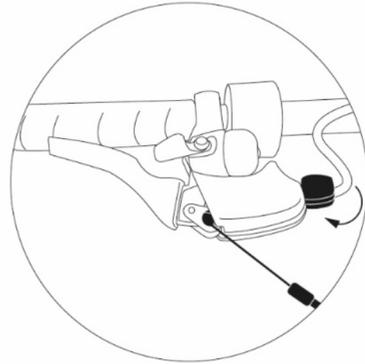

Figura 15 - Instalación del latiguillo de freno de disco 2
4. Deslizar el latiguillo de freno dentro del cuerpo de la palanca y del trinquete de ajuste (**véase Figura 15 - Instalación del latiguillo de freno de disco 2**).